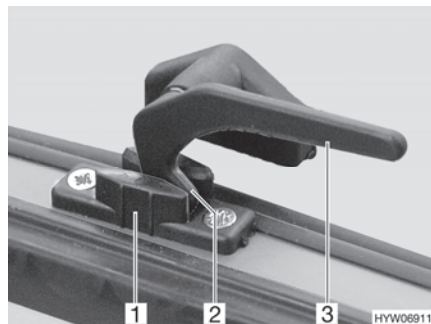

Bild 47 Verriegelungshebel in Stellung "Dauerbelüftung"
- in Stellung "Dauerbelüftung" (Bild 47)
- Alle Verriegelungshebel (Bild 47,3) eine viertel Umdrehung zur Fenstermitte hin drehen.
- Alle Verriegelungshebel wieder zurückdrehen. Die Verriegelungsnase (Bild 47,2) dabei jeweils in die Aussparung der Fensterverriegelung (Bild 47,1) einfahren.